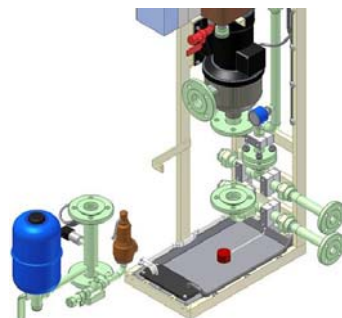

图 4.2-2
12. 用合适的扳手拆下如图 4.2-2 中所示的管道 HXL040-PS01-5。此管道与压力容器、安全阀、压力变送器相连的电缆也必须从传感器头上拆下。可以有四角形的螺丝起子拆下电缆。